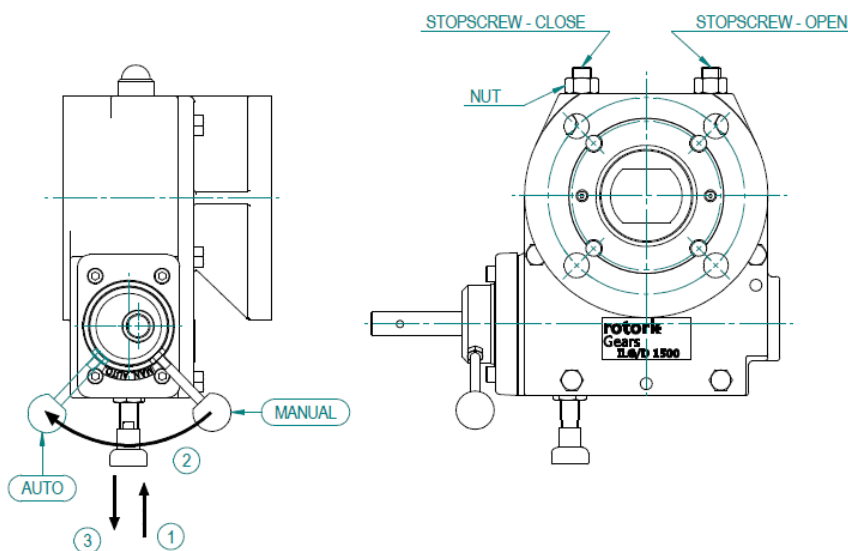
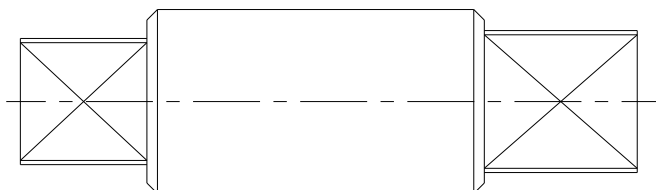

Figure 6: Réglage butées réducteur ILG/D
Figure 7: Exemple d'un arbre d'entraînement du réducteur ILG/D
2. Passer le réducteur en manuel en tournant le levier de 90 degrés dans le sens antihoraire (voir 'Utilisation' et/ou figure 6: **1** tirez le bouton → **2** tournez le sélecteur → **3** relâchez le bouton et assurez qu'il a été déverrouillé.
3. Fermez la vanne complètement en tournant le volant dans le sens horaire. Quand la position fermeture complète ne peut pas être atteinte, desserrez la vis de butée CLOSE (voir figure 6) Continuez à tourner le volant jusqu'à ce que la vanne soit complètement fermée.
5. Ouvrir le robinet en tournant le volant dans le sens antihoraire. Lorsque la position complètement ouverte ne peut pas être atteinte, dévisser la vis de butée OPEN (voir figure 6). Continuer à tourner le volant jusqu'à ce que la vanne soit complètement ouverte.
8. Tirez vers l'extérieur le bouton (3) et tournez la poignée (sens horaire) jusqu'à ce que le bouton retombe dans sa position d'immobilisation (2).
- b. Positionnez l'arbre d'entraînement (voir la figure 7) sur le haut du réducteur.